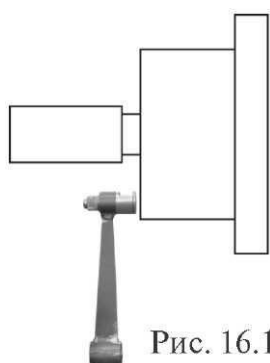
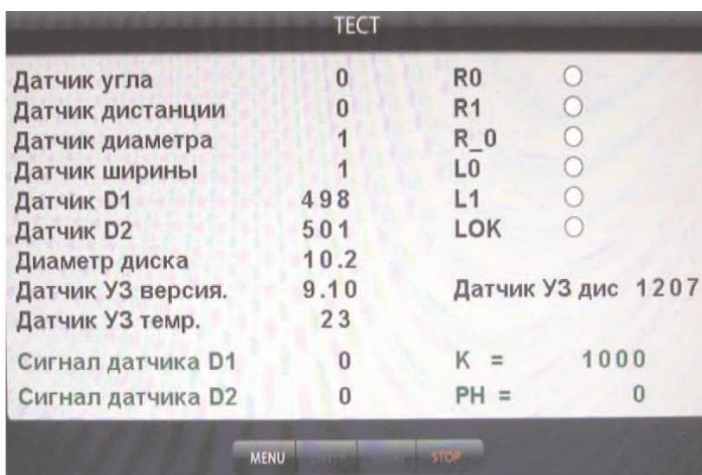

Рис. 16.1
рис.21.1
21.1.1. Калибровка тракта измерения дистанции. Для оценки погрешности устройства ввода дистанции выдвиньте штангу ввода параметров и уприте рукоятку в задний торец фланца вала, как показано на рис. 16.1. При этом на экране ввода геометрических параметров (см. рис.10.2) появится
Нажмите кнопку «MENU», в открывшемся окне MENU выберите пункт 7 «Далее», нажав кнопку 7 в верхнем ряду клавиатуры. Откроется вторая страница окна MENU (см. рис.16.1). Выберите пункт 3 «Тест», нажав кнопку 3 в верхнем ряду клавиатуры. Откроется окно ТЕСТ рис.21.1.
Все цифры на рис.21.1 имеют иллюстративный характер.